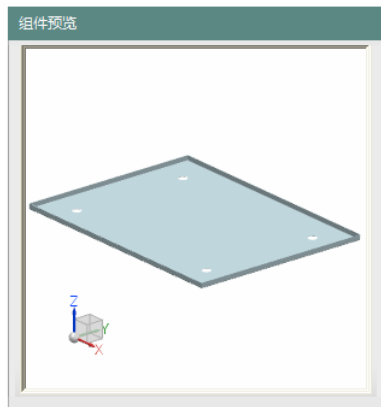

图 11-263 “组件预览”对话框
(1) 隐藏箱体左右侧板,选择“菜单(M)”→“装配(A)”→“组件(C)”→“添加组件(A)”或单击“主页”选项卡“装配”面组上的“添加”按钮,打开“添加组件”对话框。单击“打开”按钮,打开“部件名”对话框,选择“DiKe.prt”,单击“OK”按钮,加载文件。同时在视图区打开“组件预览”对话框,如图 11-263 所示。